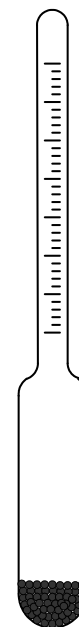

Рис. 1
2) З допомогою **ареометра** – рис.1. Ареометр – це скляний циліндр, що в нижній частині має розширення, заповнене дробом. У верхній вузькій частині ареометра є шкала з поділками. Чим менша густина рідини, тим більше занурюється в неї ареометр. Тому на шкалі зверху нанесене найменше значення густини, яке можна визначити даним ареометром, а знизу – найбільше.